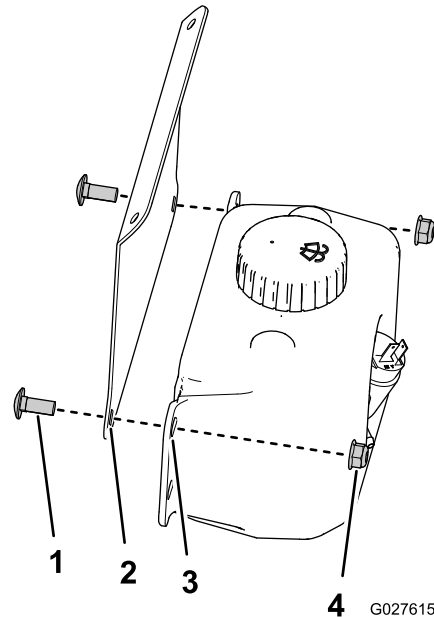

図 15
1. ウォッシャー液タンク取り付けブラケットにウォッシャー液タンクを取り付ける。キャリッジボルト5/16 x 3/2" 2本、ロックナット5/16" 4個を使用し 図 15 のように取り付ける。